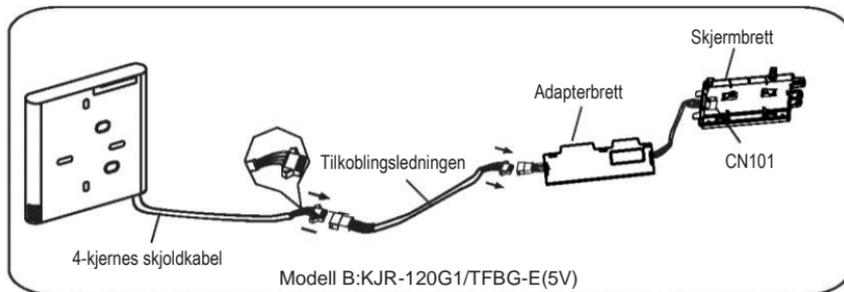

Fig 3-3(B)
- Koble den feminine ledningsgruppen fra hovedbrettet til den maskuline ledningsgruppen. Koble deretter den andre siden av adapterbrettet til skjermbrettet. (Se Fig.3-3(B))